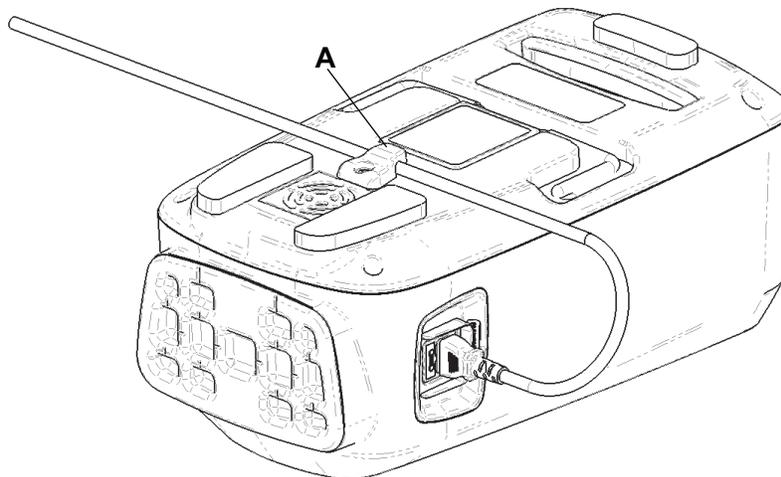

Figure 2 – Poignée flexible de rétention du cordon
3. Insérer le cordon d'alimentation sous la poignée flexible de rétention du cordon d'alimentation (A) (Figure 2).